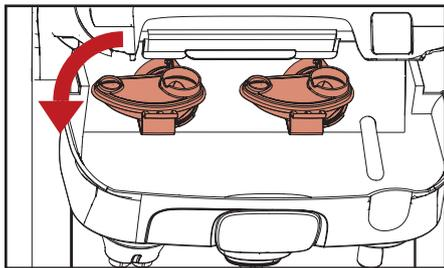

Fig. 5.10 – Retirada das tigelas de mistura
- b. Gire as tigelas de mistura no sentido anti-horário para soltar e puxe para retirá-las (fig. 5.10).